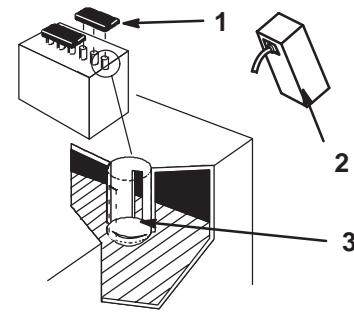

Bild 4
5. Gießen Sie langsam Batteriesäure in jede Batteriezelle, bis der Säurestand den unteren Teil des Röhrens erreicht (Bild 4).
9. Gießen Sie langsam Batteriesäure in jede Batteriezelle, bis der Säurestand die obere Linie am Batteriekasten (Bild 4) erreicht und drehen Sie die Verschlussdeckel auf.